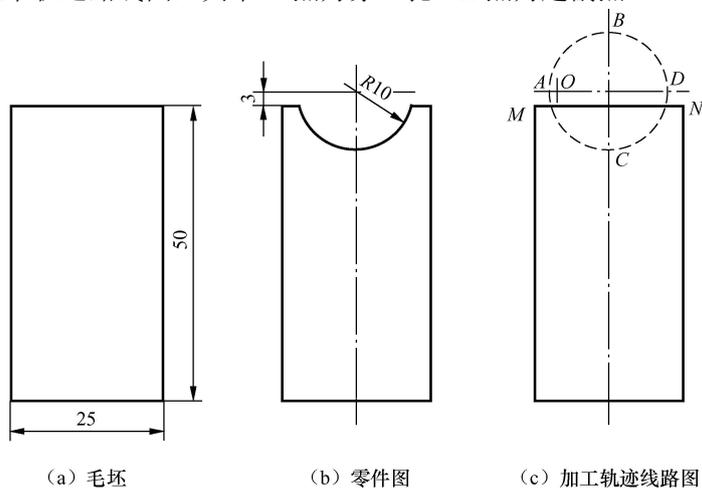

图 7-23 曲面检具
3. 如图 7-23 (a) 所示毛坯, 现通过线切割加工成图 7-23 (b) 所示某曲面检具, 图 7-23 (c) 为切割加工过程中轨迹路线图, 其中 O 点为穿丝孔, A 点为起割点。
- (1) OA 线段长通常为多少? 能否取 10mm, 为什么?
- (2) OA 线段到工件顶部 MN 线段的距离通常为多少, 为什么? 该距离的值能否等于电极丝的半径, 为什么?
- (3) 在图 7-23 (c) 加工路线中是顺时针加工还是逆时针加工, 为什么?
- (4) 自己假设 OA 线段的长度及 O 点到 MN 线段的距离, 详细说明电极丝定位于 O 点的具体过程。